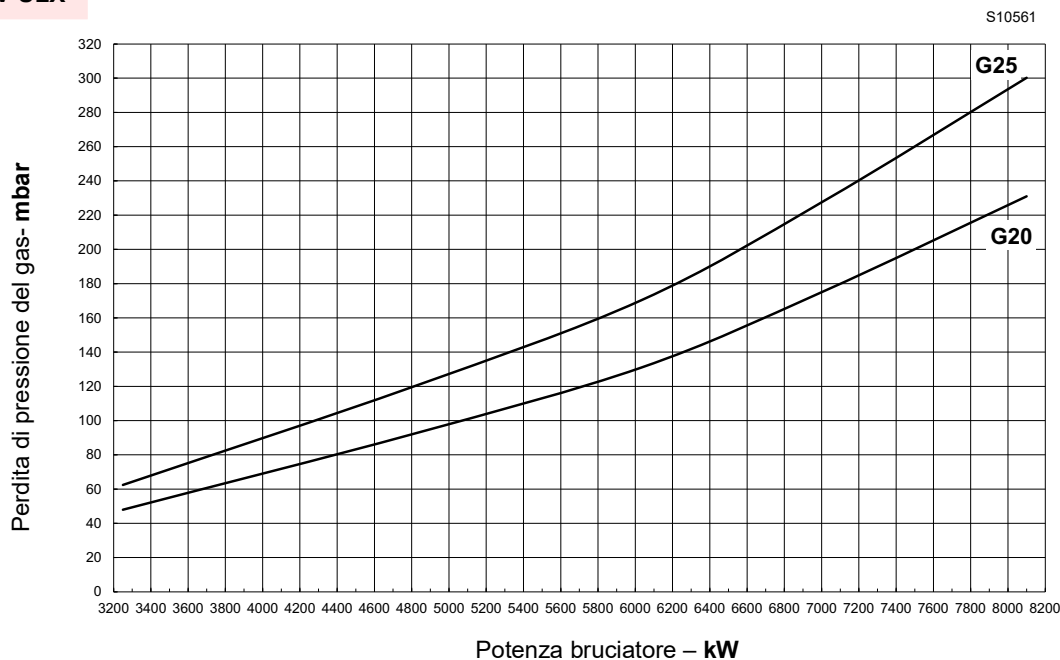

Fig. 25
- Inserire il valore in mbar (Fig. 25) e leggere la potenza corrispondente sulla linea.
- Leggere la pressione alla presa P1)(Fig. 25).
Pressione richiesta alla presa P1 (Fig. 25).